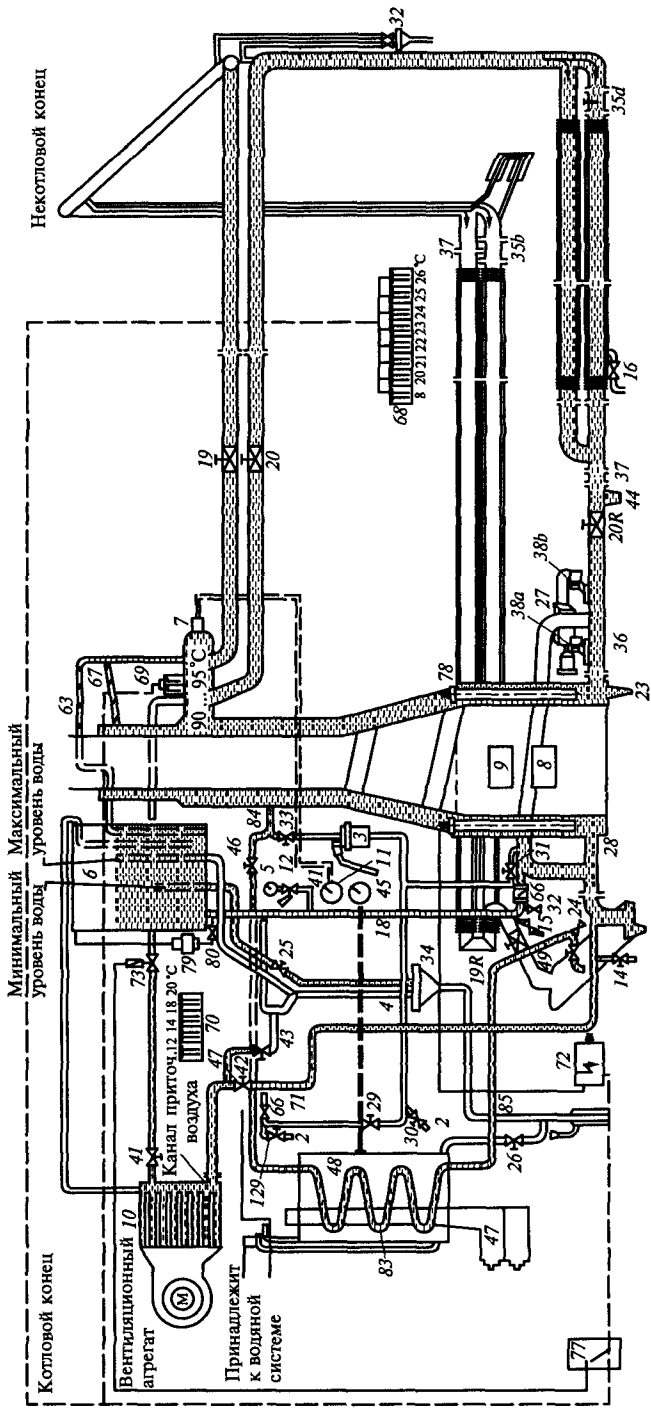

Рис. 3.13. Схема системы отопления купейного вагона постройки Германии (нумерация оборудования соответствует принятой в документации завода-изготовителя):
Данная система принципиально не отличается от системы отопления вагонов постройки ТВЗ, но имеет конструктивные особенности. В систему входят (рис. 3.13) котел 1, водяной калорифер 10, отопительные трубы, циркуляционный 27 и ручной 3 насосы, а также различные регулирующие устройства (вентили, реле переверта и т. д.). Объем воды в системе около 860 л. Нагретая в котле вода поднимается вверх (вследствие снижения ее плотности) и попадает в разводящие трубы, а из них в отопительные. В отопительных трубах вода отдает свою теплоту воздуху в вагоне, при охлаждении плотность ее увеличивается, что приводит к обратному движению воды в котел. Таким образом, благодаря различию плотности воды в котле и отопительных трубах происходит постоянная циркуляция воды в системе отопления. Для более быстрого подогрева воды ее циркуляция в системе отопления может быть
- встроенное в подающий трубопровод непосредственно за водоотводящим патрубком котла отопления реле перегрева 69 (см. рис. 3.13), отключающее ТЭНы при температуре воды 95 °С;
Кроме того, к устройствам регулирования отопления относятся распределительное устройство в электрическом шкафу 77 служебного отделения, вентилятор калорифера 10 и магнитный вентиль 73 (см. рис. 3.13).